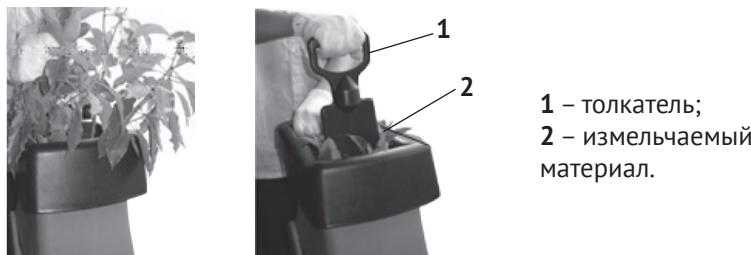

рис.4
- подавайте измельчаемый материал (рис.4 поз.2) в загрузочную воронку, при необходимости используя толкатель (рис.4 поз.1);